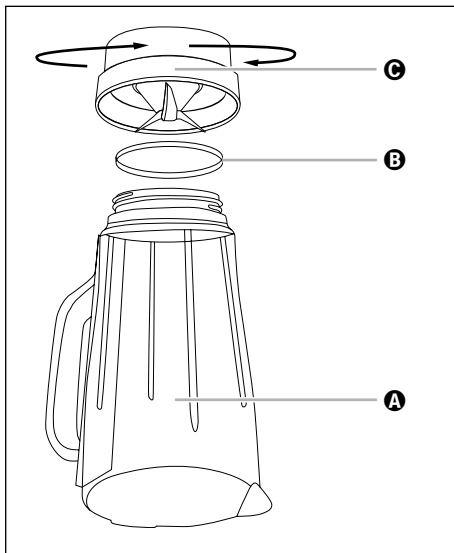

Fig. 4
- 2) Așezați aparatul cu capul în jos și rotiți componenta de plastic ③ a recipientului de amestecare ③ în sens antiorar, astfel încât să se poată desprinde de componenta de sticlă ① a recipientului de amestecare ③ (a se vedea fig. 4).
- 4) La nevoie, puteți scoate inelul de etanșare ⑦, cu atenție, din componenta de plastic ③. Curățați-l în apă cu detergent și clătiți-l la final cu apă curată.
- 6) Dacă este necesar, introduceți din nou inelul de etanșare ⑦ în mod corect în componenta de plastic ③. Apoi așezați din nou componenta de plastic ③ a recipientului de amestecare ③ pe componenta de sticlă ① a recipientului de amestecare ③ și rotiți bine componenta de plastic ③ în sens orar.